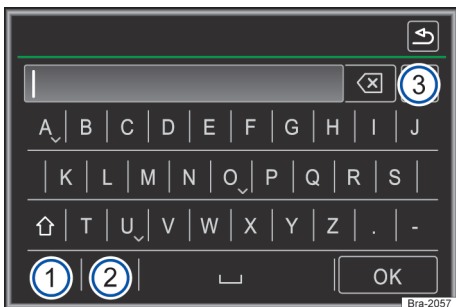

Fig. 114 Representação do princípio: máscara de inserção com teclado de display.
Caso sejam selecionáveis menos do que 99 inserções, a quantidade das inserções remanescentes é exibida atrás da linha de inserção → Fig. 114 ③. O toque nesta superfície de função mostra as inserções remanescentes em uma lista. Se houver menos de 5 entradas selecionáveis, a lista é automaticamente aberta.